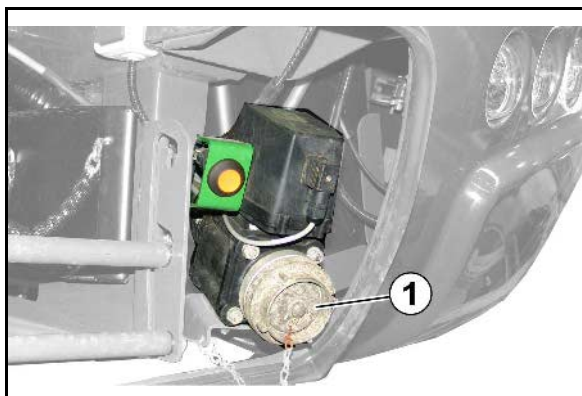

Рис. 77
- Заполнение со свободной проточной линией и поворотным сливом (Рис. 77).